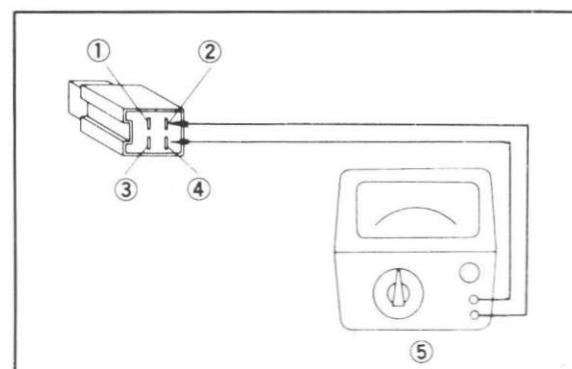

Fig. 6-1-18
- j. For resistance test No. 6, hook the two ohmmeter probes to the green wire and black wire. (Fig. 6-1-18)
- j. Essai No. 6: raccorder les sondes de l'ohmmètre aux fils vert et noir. (Fig. 6-1-18)
- j. Für die Widerstandsprüfung Nr. 6 sind die Kabel des Ohmmeters mit dem grünen und schwarzen Draht zu verbinden. (Abb. 6-1-18)